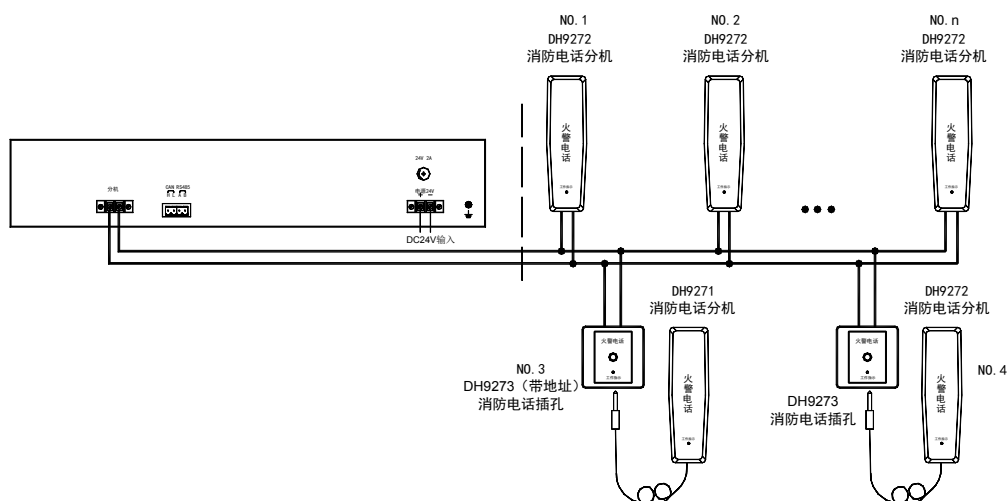

图 6-1 DH9261/B 系列主机连接 DH9272 分机、DH9273 插孔示意图
c) DH9261/B 系列消防电话主机输出线连接(图 6-1): 将用于通讯的两条线接入后面板上的“分机”端子上, 不分正负。DH9272 二总线消防电话分机(或 DH9273 消防电话插孔)并接在通讯线上, 最多可接入 99 只消防电话分机。